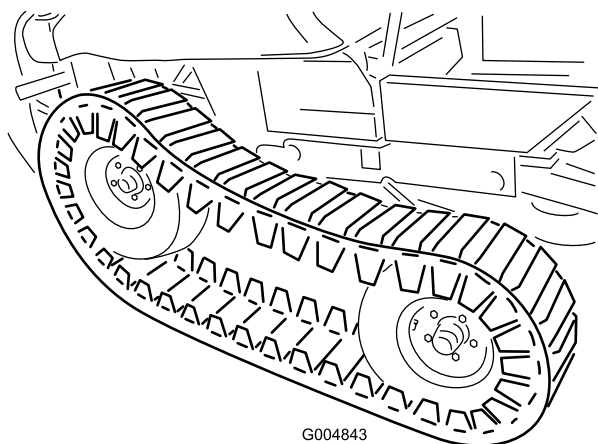

Figure 124
38. Ajustez le cric à une hauteur permettant de monter le pneu avant. Avec l'aide d'une autre personne, soulevez l'avant de la chenille afin de pouvoir monter les pneus avant (Figure 124).